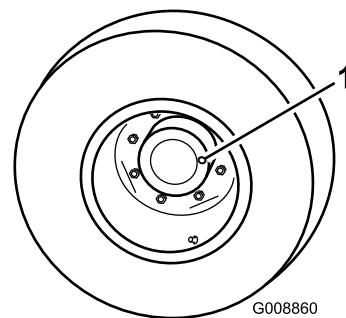

Figure 66
1. Garez la machine sur une surface plane et horizontale, tournez la roue de manière que le bouchon de contrôle/vidange (Figure 66) se trouve à la position 3 heures ou 9 heures.
2. Retirez le bouchon du train planétaire (Figure 66). L'huile doit atteindre la base de l'orifice du bouchon de contrôle à l'arrière du frein.